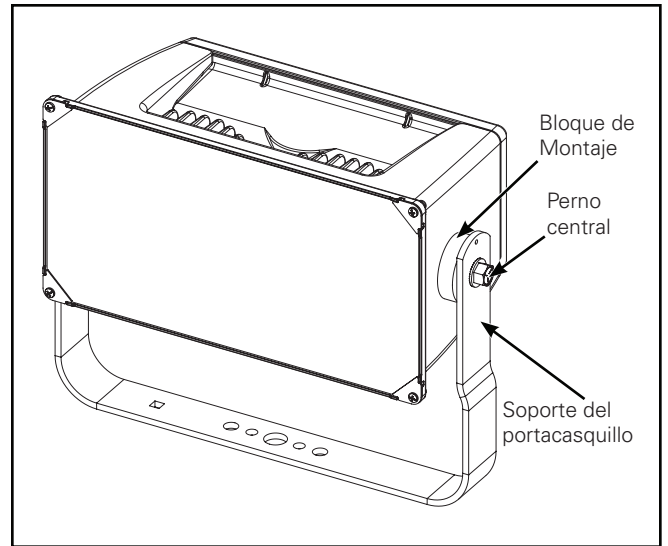

Figura 3.
### Montaje en horquilla (Figura 3.)
2. Afloje, pero no quite los (2) pernos centrales. (Figura 3.)